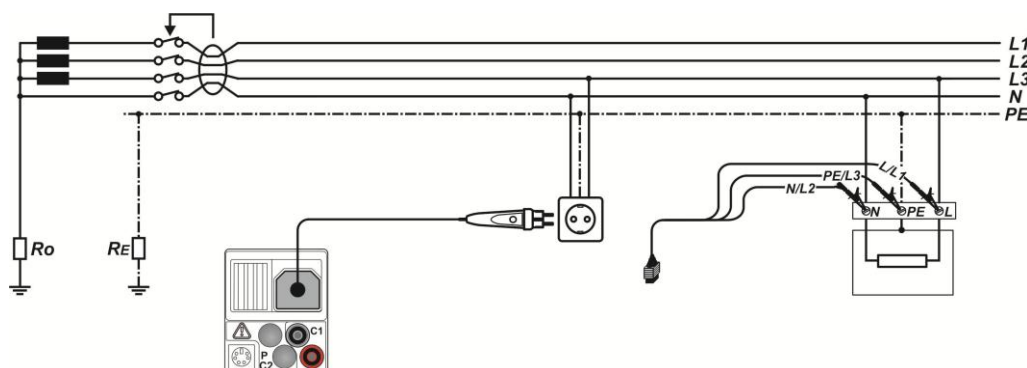

Abbildung 5.17: Anschluss des optionalen Commander-Prüfsteckers (044149) und der 3-Leiter-Prüfleitung
- Kontaktieren Sie die Prüflinien an das Prüfobjekt (siehe Abbildung 5.17).
- ☐ Kontaktieren Sie die Prüfleitungen an das Prüfobjekt (siehe Abbildung 5.17).
- ❑ Kontaktieren Sie die Prüfleitungen an das Prüfobjekt (siehe Abbildung 5.17).